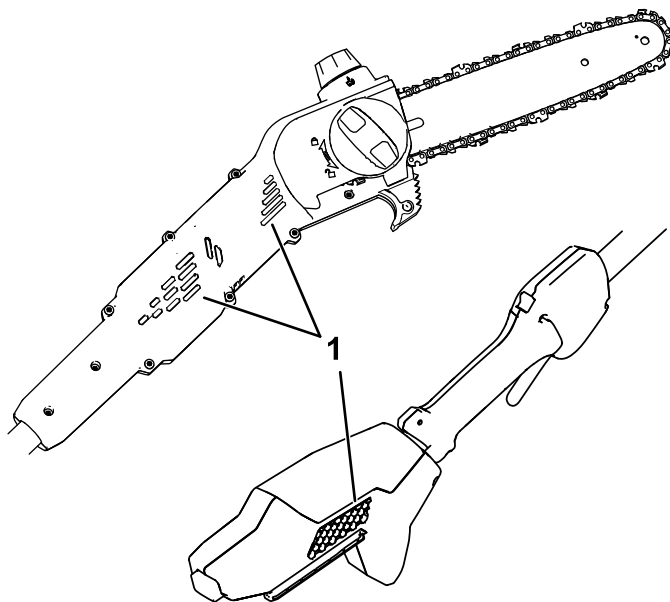

Figura 10
1. Compruebe que los orificios de ventilación de la sierra de pértiga están libres de polvo y residuos (Figura 10).